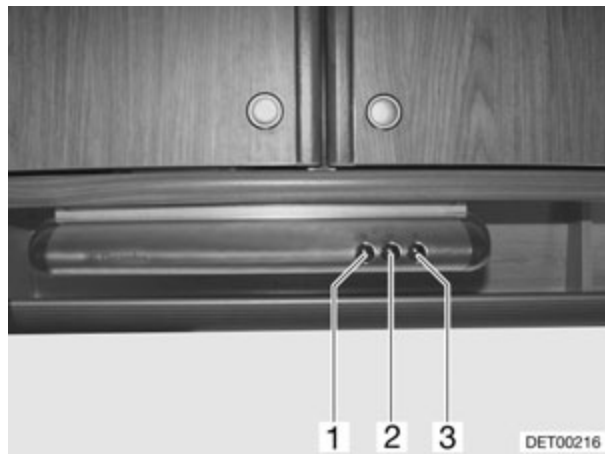

Fig. 145 Campana
- Para encender y apagar la campana, pulsar el interruptor (Fig. 145,2). La potencia del extractor puede cambiarse con el interruptor (Fig. 145,3).
- Conectar y desconectar la luz de la cocina con el interruptor (Fig. 145,1).